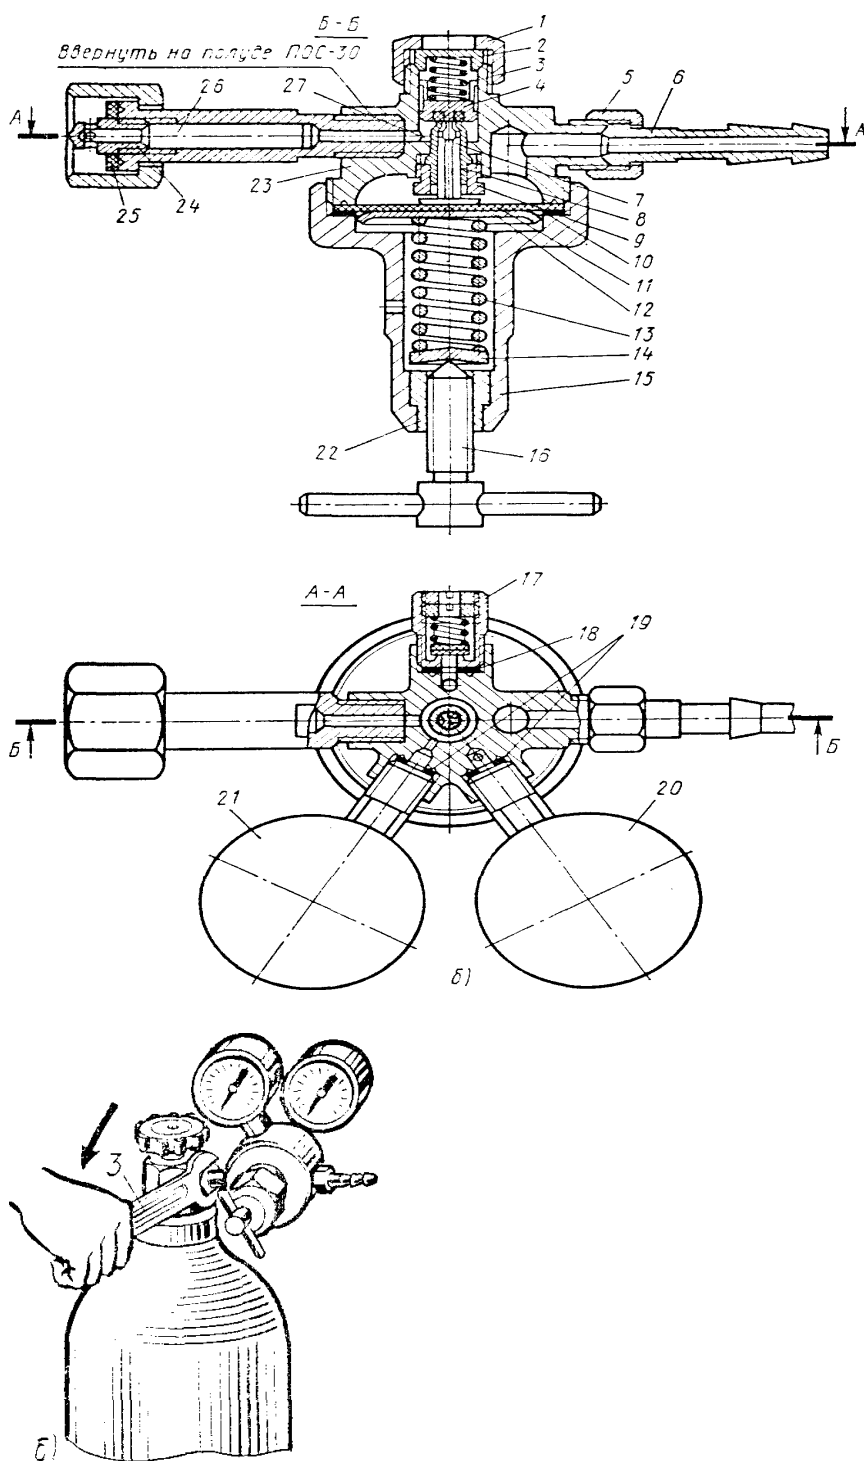

Рис. 9
3.7. Выполнить действия, аналогичные п. 3.2. Однако накидную гайку присоединить к штуцеру баллона путем вращения ее против часовой стрелки (рис. 9, а) и затянуть ключом (рис. 9, б).